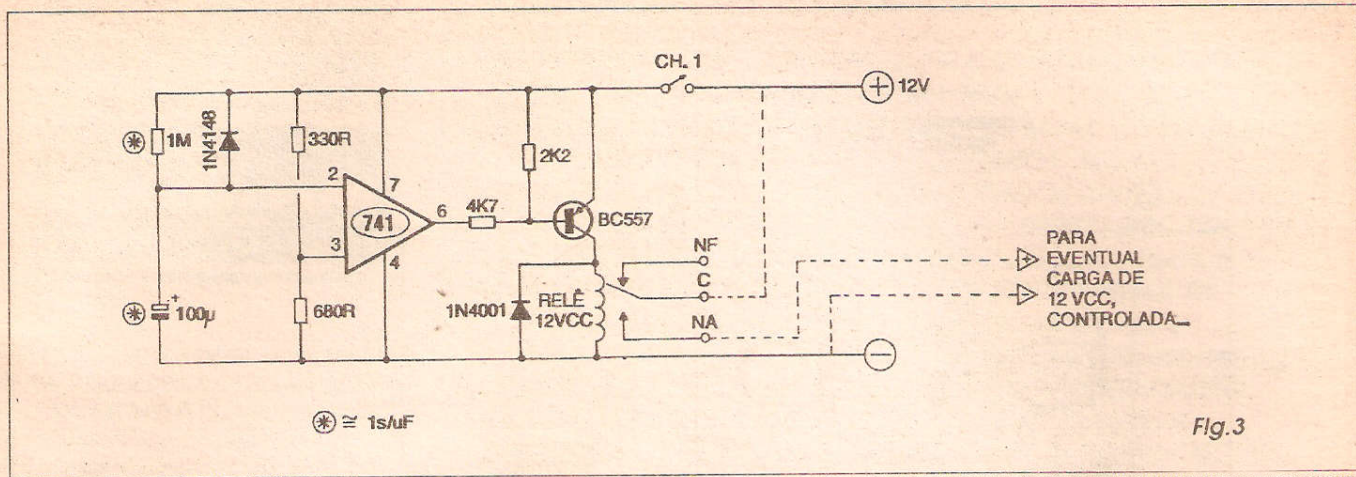

Fig. 3
- FIG. 3 - DEMORADOR (TEMPORIZADOR AO CONTRÁRIO), QUE DETERMINA UMA ESPERA PROGRAMADA, ENTRE O ACIONAMENTO E O INSTANTE REAL DE LIGAMENTO DE QUALQUER CARGA ELÉTRICA...